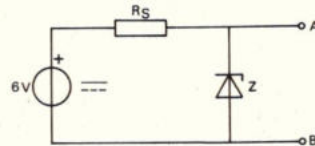
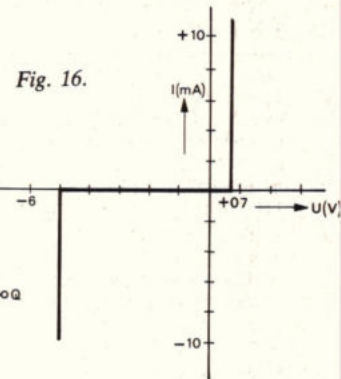

Fig. 15.
Fig. 16.
6. De karakteristiek van de zenerdiode Z uit fig. 15 wordt benaderd in fig. 16.